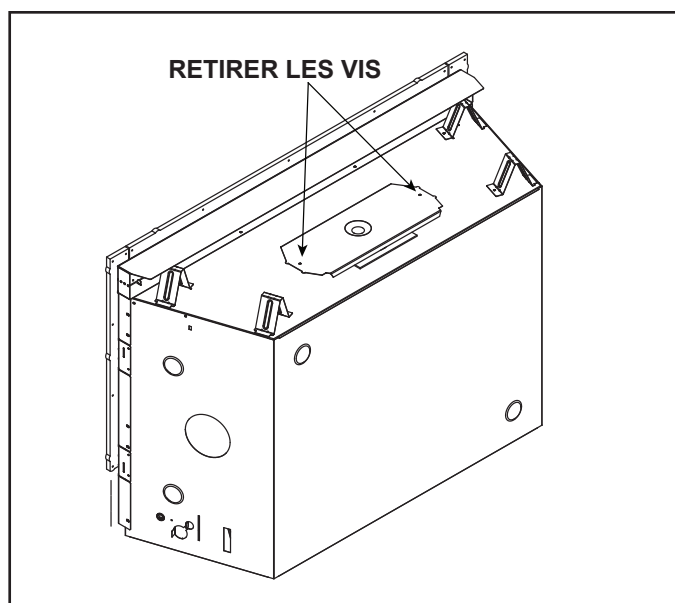

Figure 6.1 COSMO42-IFT - Position d'expédition
1. Enlevez et jetez les deux vis. Voir la figure 6.1.